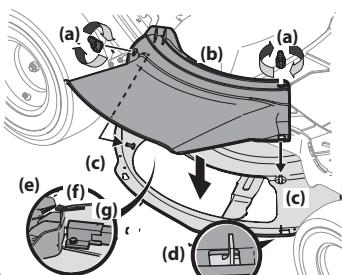

Figura 8
1. Extraiga las perillas de aleta (a) que instaló en la plataforma de corte y consérvelas para colocarlas posteriormente. Consulte la Figura 8.
2. Coloque el canal de la plataforma (b) en la abertura de descarga de la plataforma. La parte trasera del canal de la plataforma debe estar debajo de la lengüeta (f) del soporte trasero de la plataforma (g). Los pernos prisioneros (c) de la superficie de la plataforma calzarán a través de los orificios de la parte superior del canal de la plataforma. La pequeña lengüeta (d) del borde de la plataforma calzará a través del recorte cuadrado de la parte inferior del canal de la plataforma. Consulte la Figura 8.
3. Sujete el canal de la plataforma (b) ajustando las perillas de aleta (a) que extrajo en el Paso 1. Consulte la Figura 8.